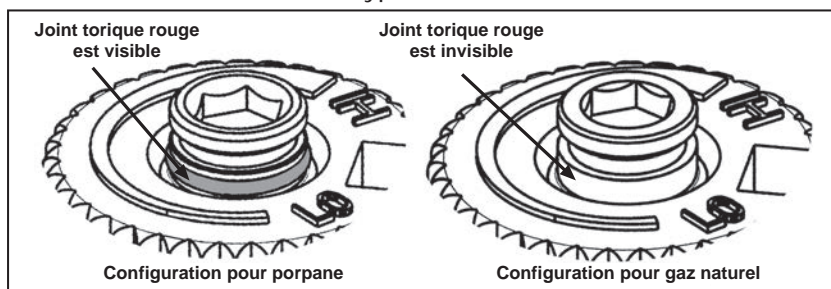

Figure 13: Joint torique sur la vis de la valve.
- g) Vérifiez que si la conversion est du gaz naturel au propane, que la vis doit être ré-assemblée avec le joint torique visible rouge (voir figure 13). Si la conversion est du propane au gaz naturel, le joint torique rouge de la vis ne doit pas être visible.